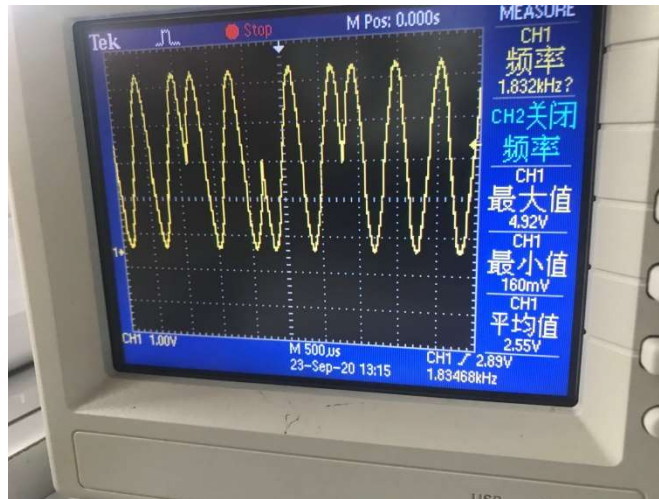

图 9 OUTPUT 观测的波形
- (1) 首先，调节电位器 RW5，用示波器观察 OUTPUT 引脚上的波形，均在 0 电平以上，观测波形如图 9。
- (2) 调节电位器 RW4，用示波器观察 OUTPUT 引脚上的波形，电压范围 0-5V，观测波形如图 9。